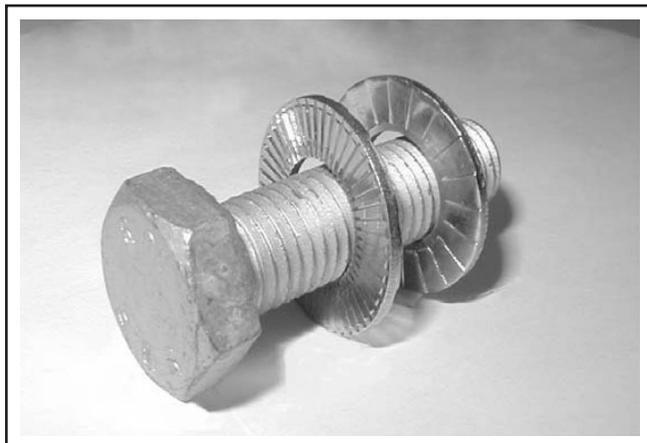

Figure 27 - Orientation correcte des rondelles autobloquantes (de type Nord-Lock)
Lorsqu'un assemblage demande l'installation de rondelles autobloquantes de type Nord-Lock, il est important d'utiliser de telles rondelles et de ne pas les substituer. L'orientation de ces rondelles est cruciale : elles doivent être assemblées en paires, les côtés plats inclinés en face à face. Voir Figure 27.
2. S'assurer que les dents des rondelles sont positionnées de la façon montrée en Figures 27 et 28.
2. S'assurer que les dents des rondelles sont positionnées de la façon montrée en Figures 27 et 29.